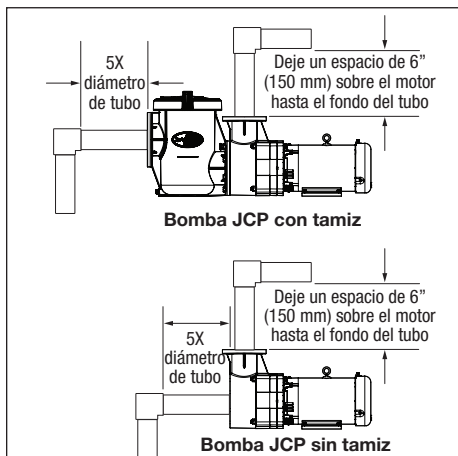

Figura 6. Espacio libre para la tubería de Jandy JCP
4. Verifique que haya instalada una sección de tubo recto, con un largo de cinco veces su diámetro, entre el lado de succión de la bomba y el primer codo. Consulte la Figura 6.